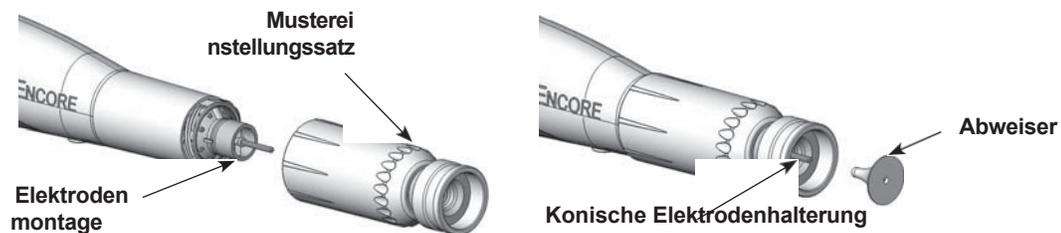

Abbildung 8 Installation des Mustereinstellungssatzes
3. Siehe Abbildung 8. Installieren Sie die integrierte konische Düse auf der Elektrodeneinheit und schrauben Sie die Düsenmutter im Uhrzeigersinn, bis sie fingerfest sitzt